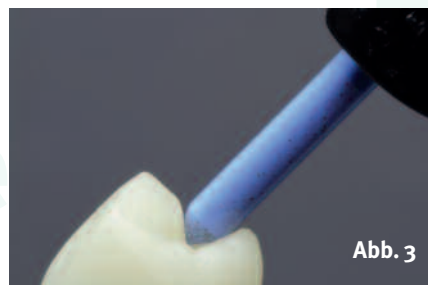

Abb. 3
► **Abb. 3** Die Pinpolierer S235Dg in grober Körnung, ...